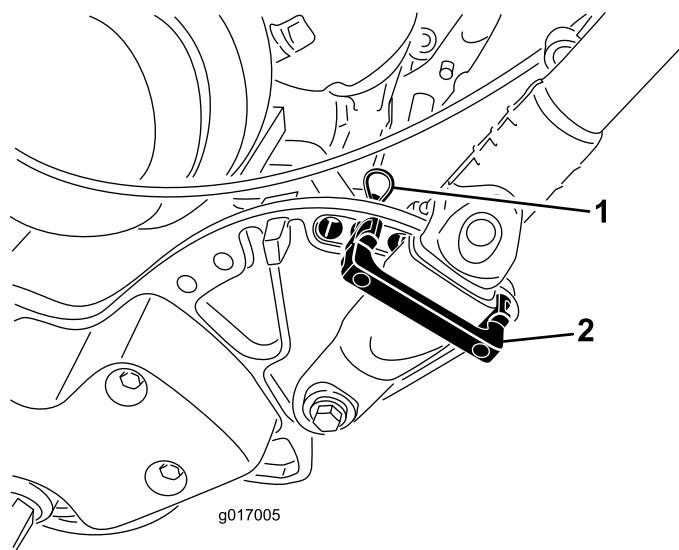

図 6
1. ハンドルを支えながら、ハンドルクランプをサイドプレートに固定しているケーブルタイを外す図 6。
2. 希望する高さ位置にハンドルをセットし、ハンドルクランプの上からハンドルリテーナを差し込んでサイドプレートの穴に通す図 6。
3. ヘアピンコッターでクランプを固定する図 6。